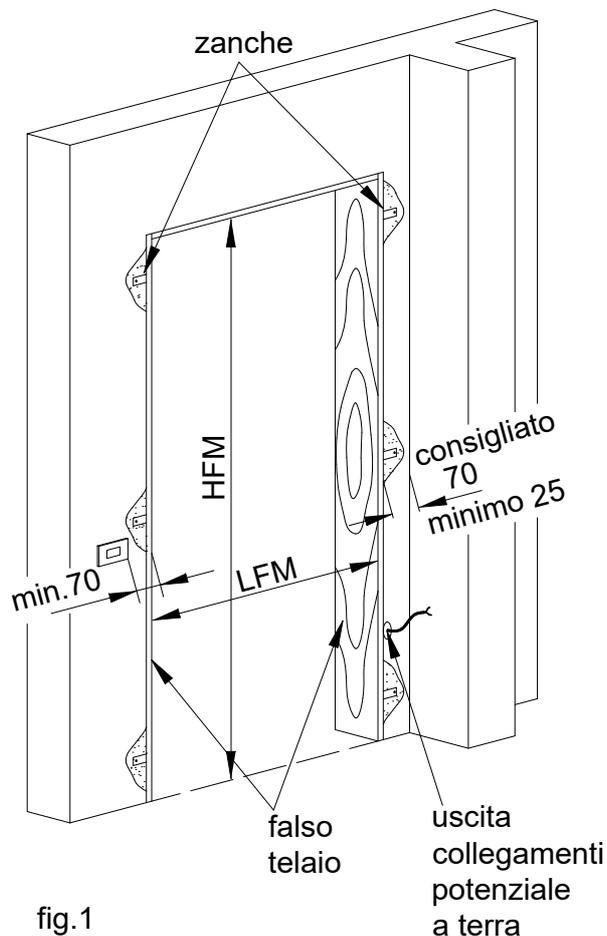

fig.1
- 6) Gli infissi qualora siano da considerare massa estranea secondo la norma CEI 64-8 in quanto suscettibili di introdurre il potenziale di terra, devono essere dotati di collegamenti equipotenziali con l'impianto. L'uscita dei collegamenti sara' posta tra il falso telaio e la parete muraria e dal pavimento a 400 mm. circa. (fig.1)
Per usufruire delle misure standard delle porte ERGON® e NORMAL e' necessario scegliere le dimensioni del falso telaio ("LFM" e "HFM" fig.1) dopo aver consultato le tabelle che seguono tenendo presente che nel caso lo spessore del muro fosse superiore ai 350 mm. la larghezza "LFM" deve essere maggiorata di 20 mm.